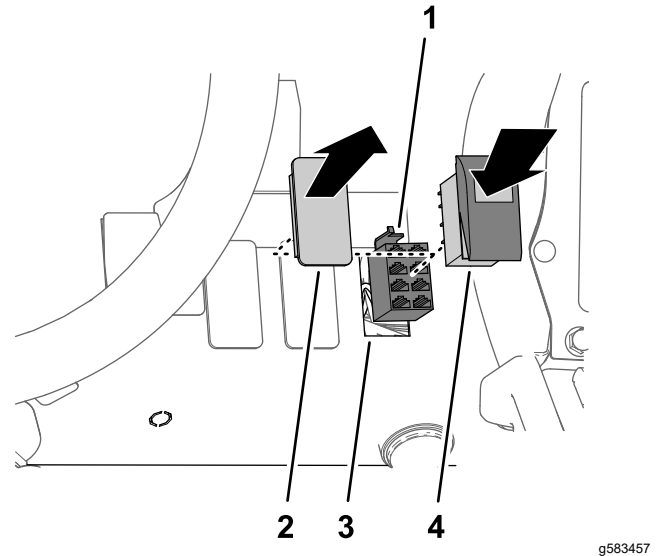

Figura 22
1. Retire el tapón del interruptor del panel del salpicadero, en la posición mostrada en Figura 22.
2. Conecte el conector hembra de 8 vías del arnés de cables del kit de acabado del brazo Ultra Sonic Boom etiquetado MODO MANUAL SÓNICO FRENTE A AUTOMÁTICO al interruptor basculante (Figura 22).
3. Instale el interruptor basculante en la abertura del panel del salpicadero hasta que el interruptor encaje en su sitio (Figura 22).